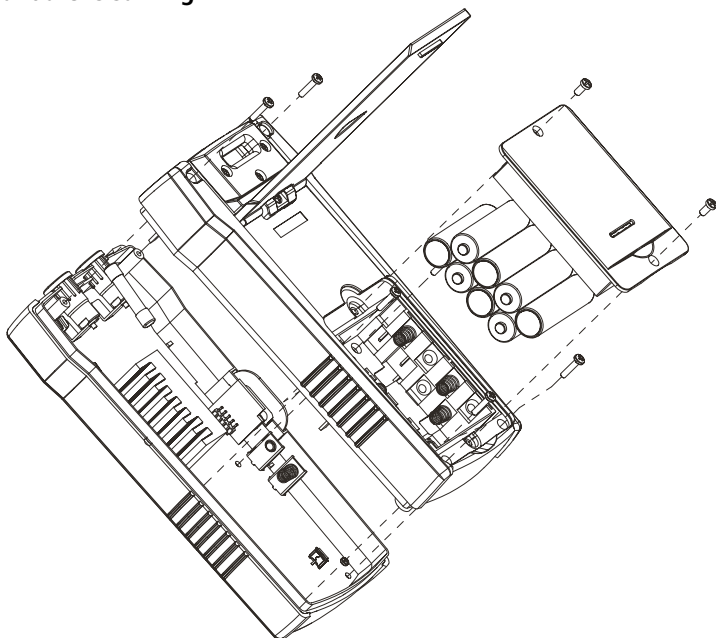

Bild 5.0c: Byte av sändarens säkring
6. Ta bort den bakre luckan genom att dra den uppåt som på bild 5.0c.